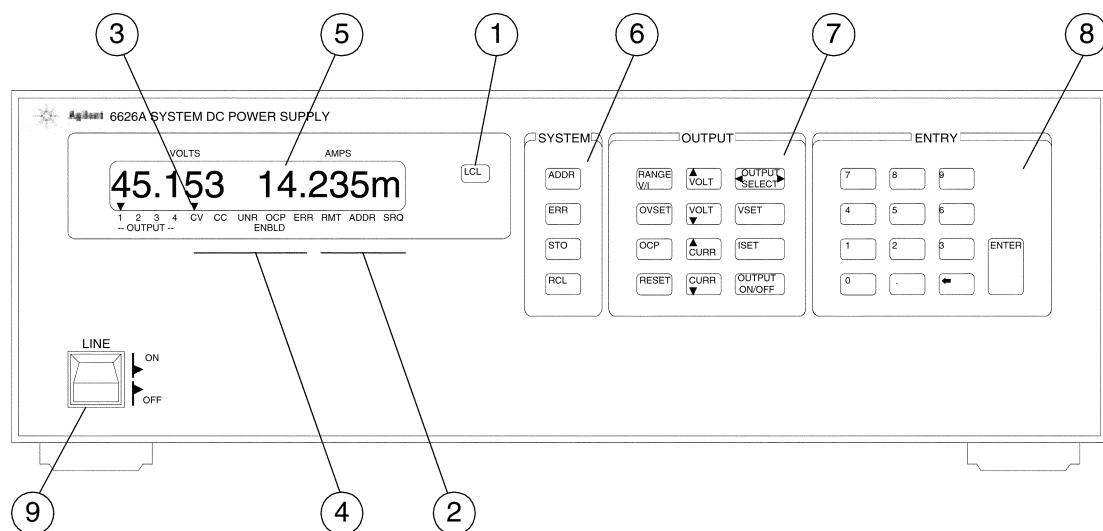

図3-1. Agilent 6626Aのフロント・パネル
本器のフロント・パネルのキーおよびインジケータを図3-1に示し、表3-1で説明します。Agilent 6625A/6626A/6628A/6629Aのフロント・パネル・キーおよびインジケータは、OUTPUTインジケータの番号 (表3-1の③) 以外は同じであることに注意してください。